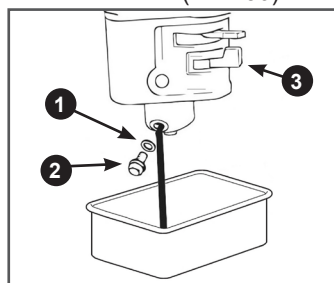

Рис. 36. Обслуживание карбюратора
1. Установите под карбюратор подходящую емкость (Рис. 36).
2. Установите рычаг топливного крана 3 в положение «ЗАКРЫТО» (Рис. 36).
3. Открутите болт 2 сливного отверстия и слейте топливо из поплавковой камеры карбюратора в подготовленную для этого ёмкость (Рис. 36).